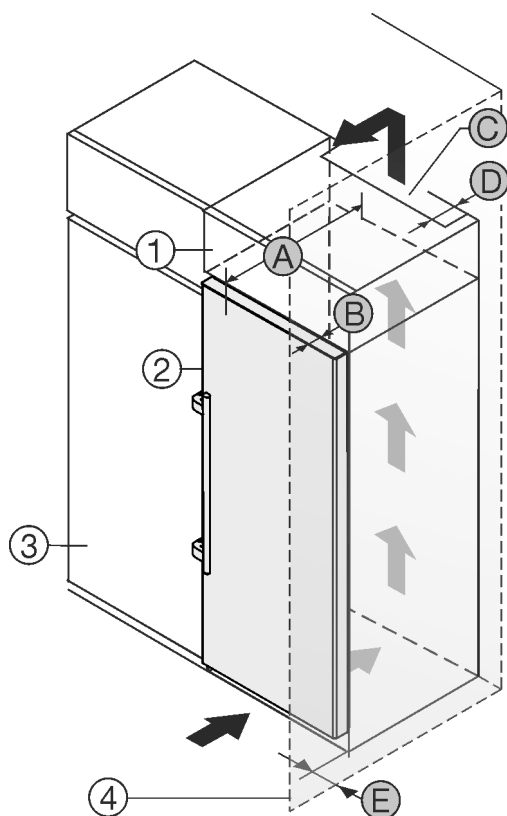

Fig. 2
Du kan ställa apparaten direkt bredvid köksskåpet *Fig. 2 (3)*.*
Bakom överskåpet måste det finnas en luftspalt med djupet *Fig. 2 (D)* längs hela överskåpets bredd.*
Under taket måste angiven ventilationsprofil *Fig. 2 (C)* följas.*
Om du placerar apparaten med gångjärnen bredvid en vägg *Fig. 2 (4)* måste avståndet mellan apparaten och väggen vara minst 57 mm. Detta motsvarar hur mycket handtaget sticker ut med öppen dörr.*
För att dörren ska kunna öppnas helt måste apparaten sticka ut från köksskåpets front med samma mått som dörrens djup *Fig. 2 (B)*. Beroende på köksskåpens *Fig. 2 (3)* djup och om väggavståndshållare används kan skåpet skjuta ut ännu mer.*